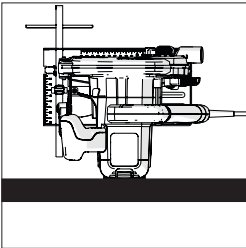

Fig. 2
**Nota:** con cuidado, todas las máquinas se pueden equilibrar en el extremo plano de la carcasa del motor, (Fig. 2) haciendo que el acceso a la hoja y a las fijaciones de las hojas sea muy cómodo.